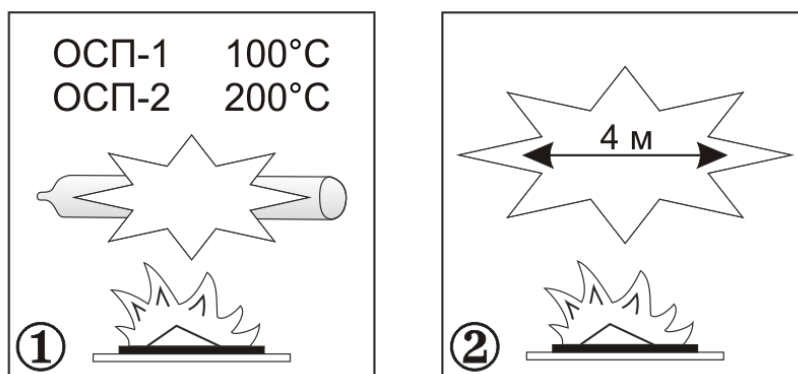

Рисунок 1 - Температура срабатывания ОСП и дальность возможного разлета осколков при срабатывании
4.1 ОСП представляет собой герметичную стеклянную колбу, заполненную огнетушащим порошком и газообразователем. При возникновении возгорания и нагреве до 100°С (ОСП-1) или 200°С (ОСП-2) газообразователь разлагается с большим газовыделением, давление в колбе интенсивно увеличивается, что приводит к её разрушению и импульсному выбросу огнетушащего порошка (см. рис.1).